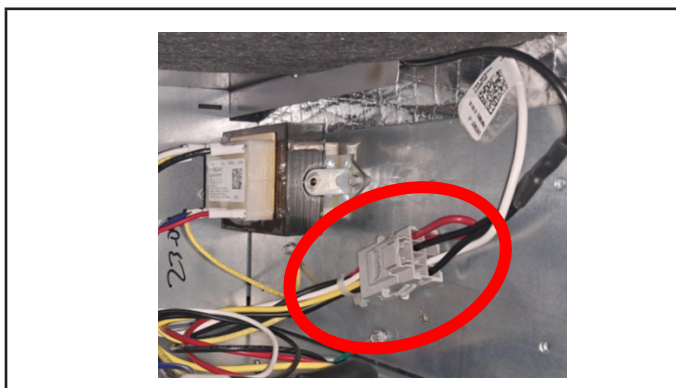

FIGURE 27. Conversion de l'unité de 240 VCA à 208 VCA
- 3 - Branchez le faisceau électrique de 115 V à l'aide du connecteur mâle gris (fournie dans le sac) aux fils torsadés noir et blanc. Reportez-vous à la FIGURE 27.